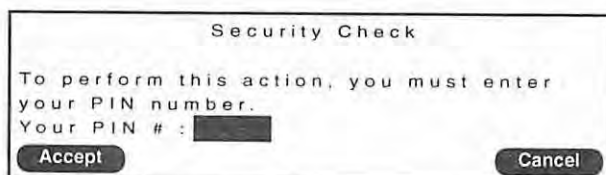

Fig. 2-40 New PIN# スクリーン
3. **F3**-Edit を押してください。もしPIN#が設定されているのならば、セキュリティチェックスクリーン(Fig.2-40)が表示されます。